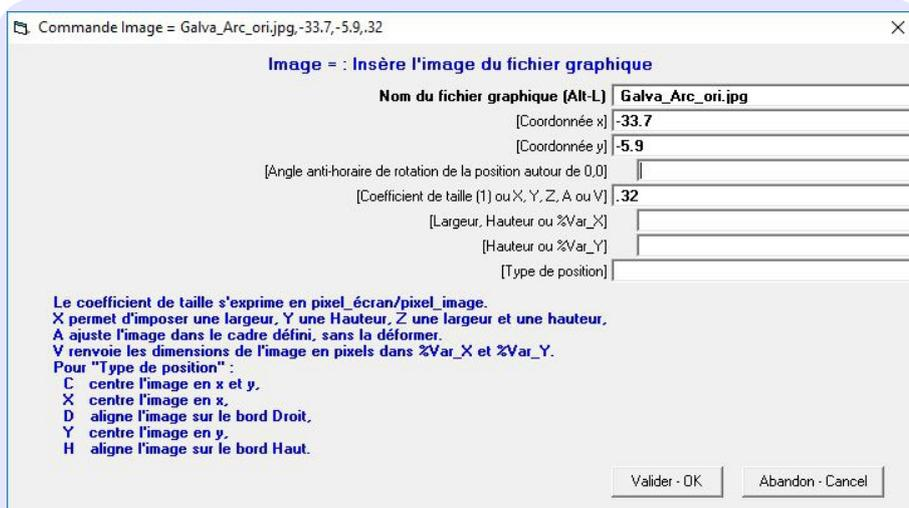

Fig. 6 - Masque de saisie de la commande Image
**Masques de Saisies**, mis en place avec la version 2.50, font que la saisie des paramètres d'une commande est maintenant chose facile. Ils donnent en effet une description de la commande et de chaque paramètre, évitant ainsi de connaître l'ordre des paramètres et leur signification. Un exemple est donné Fig. 6 pour la commande Image, un autre Fig. 9 pour la commande externe **GCE\_E** (mnémonique pour GalvaCommandeExterne\_Echelle).
- appuyez sur **F2** pour ouvrir le **Masque de Saisie** de cette commande (voir Fig. 6),